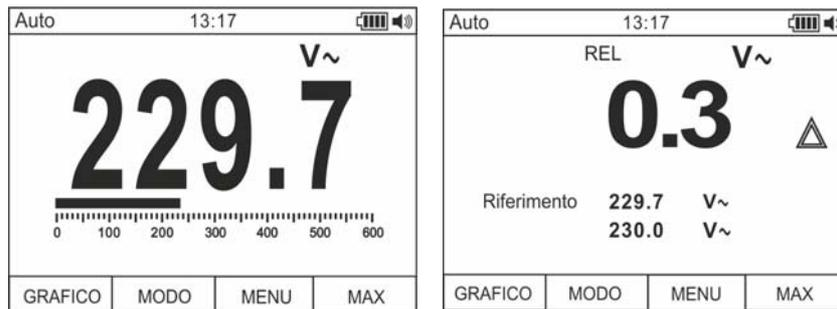

Fig. 5: Misura relativa
1. Premere a lungo il tasto **HOLD/REL** per entrare nella misura relativa (vedere Fig. 5 – parte destra). Il messaggio “REL” e il simbolo “ $\Delta$ ” appaiono a display